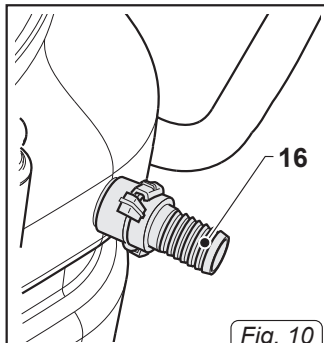

Fig. 10
- Collegare un tubo flessibile al bocchettone di scarico da 30 mm (16 Fig. 10).